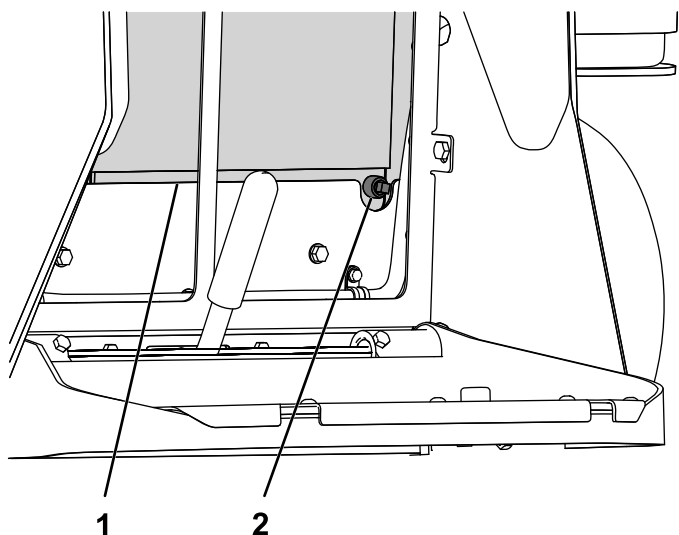

Figure 5
2. Placez un grand bac de vidange sous l'orifice du bouchon de vidange et dévissez le bouchon (Figure 5).